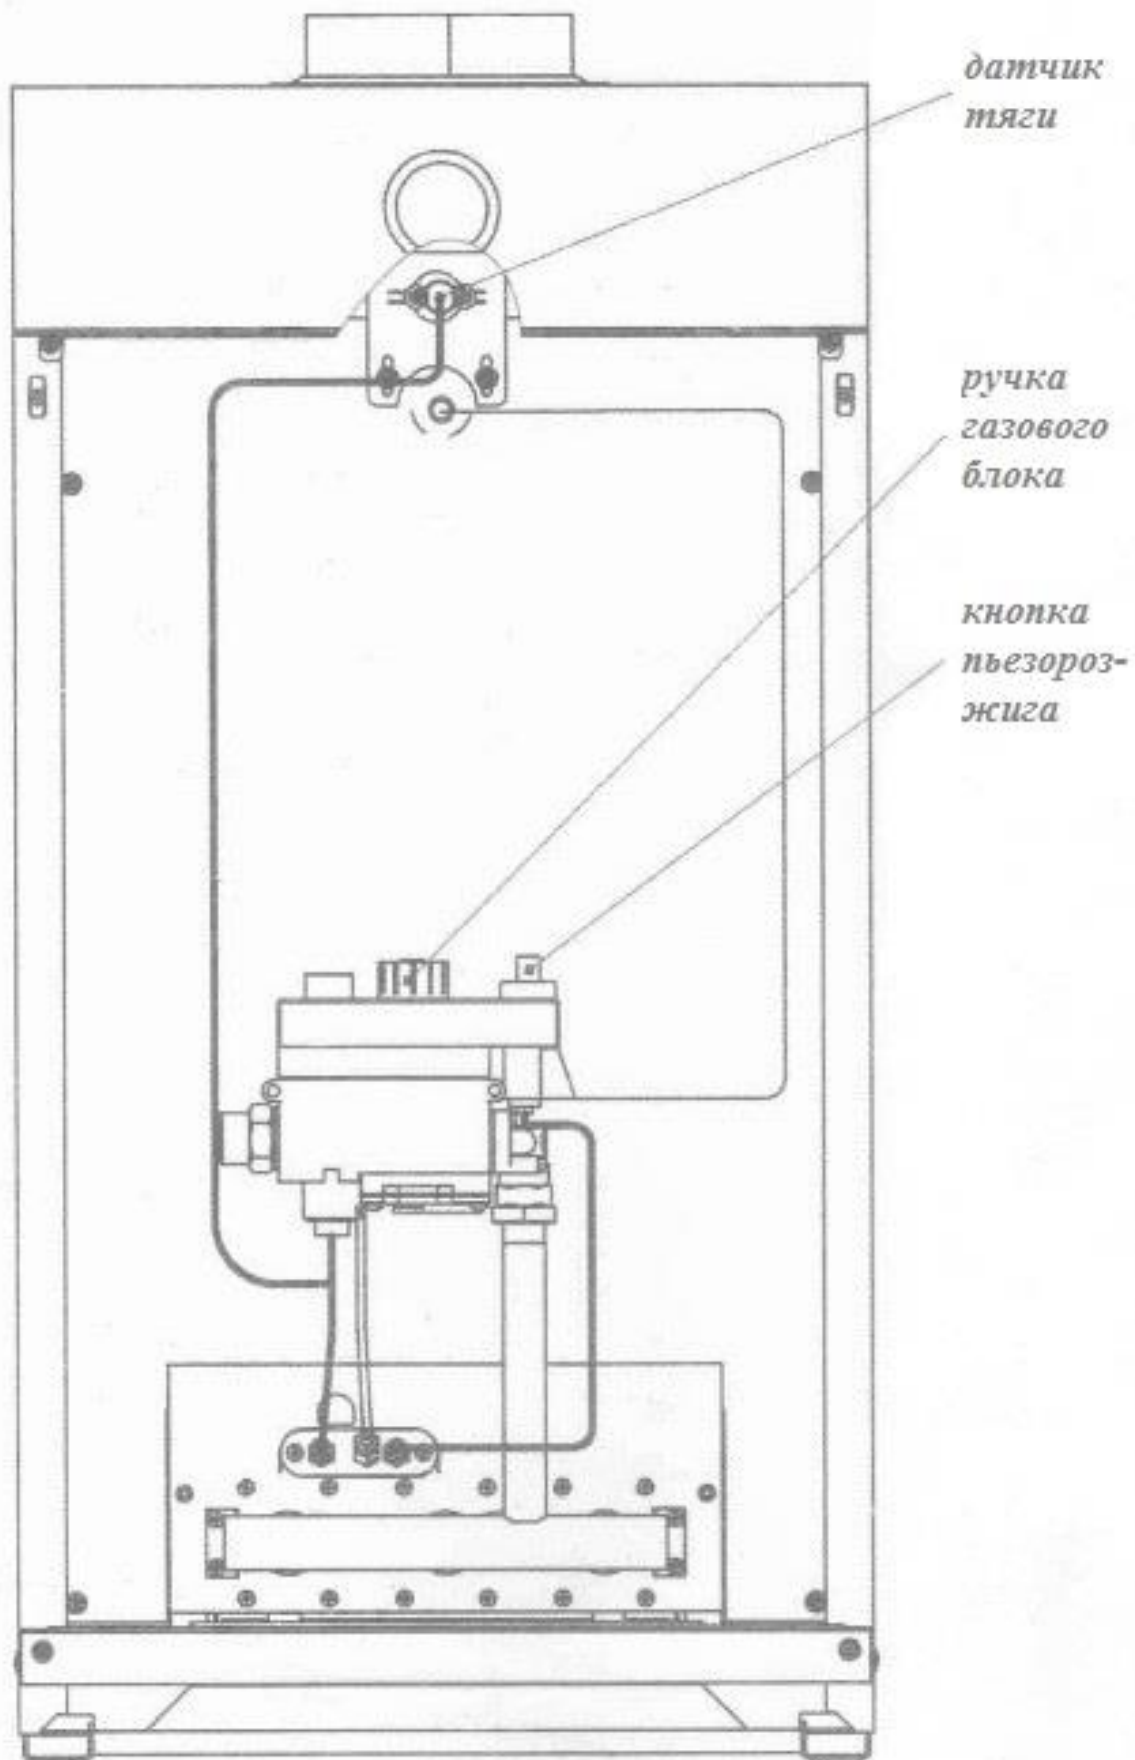

Рис.9. Особенности котлов Добрыня Классик 25 с газовым блоком 710 MINISIT (дверца не показана)
- 8.3.2. Нажать на кнопку «Розжиг» до упора и, удерживая её, произвести 2-3 нажатия на кнопку пьезорозжига (см. рис.9). Допускается розжиг производить спичкой через смотровое окно.